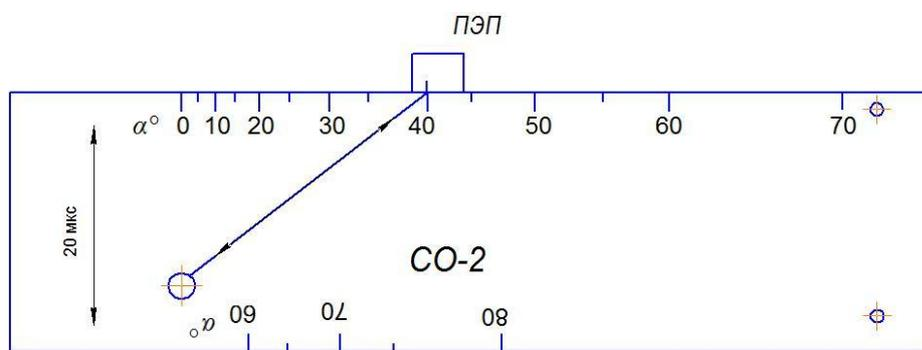

Рис. 7.4.1. Схема установки преобразователя П121-2,5-40°-К14-ЖД на СО-2 при проверке чувствительности по варианту DR3.2.
- установить ПЭП на СО-2 в соответствии со схемой Рис.7.4.1 и найти максимум эхосигнала от отверстия $\varnothing 6$ мм на глубине 44мм;
- установить ПЭП на СО-2 и найти максимум эхосигнала от отверстия $\varnothing 6$ мм, Рис.7.4.1;